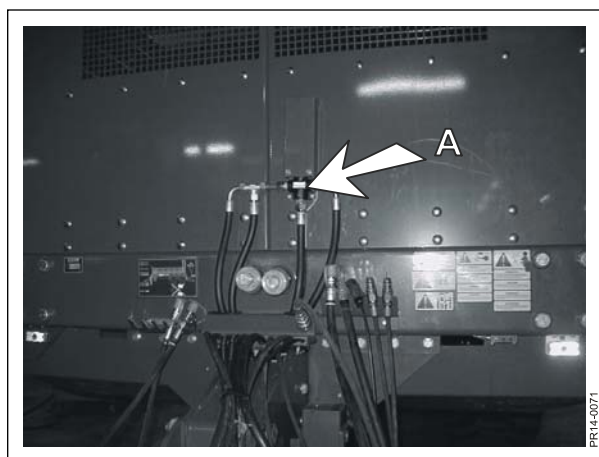

Fig. 3.1
Fig. 3.1 Bundkædehastigheden, der sammen med fremkørselshastigheden bestemmer den udsprede mængde, kan reguleres ved hjælp af en trinløs reguleringsventil. Reguleringsventilen (A) er en delevventil, der har en enkel skalaindstilling, som fastlægger det flow, der sendes videre til hydraulikmotoren.